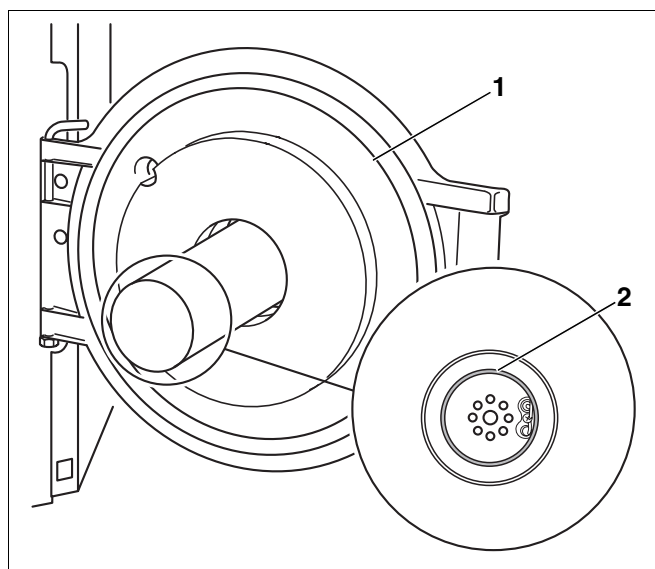

Рис. 42 Проверка правильной установки уплотнения
- При открытой дверце горелки (рис. 42, поз. 1) проверить правильную установку уплотнения (рис. 42, поз. 2).
- Закрыть дверцу горелки (рис. 42, поз. 1) и затянуть крепежные болты (момент затяжки примерно 10 Нм).